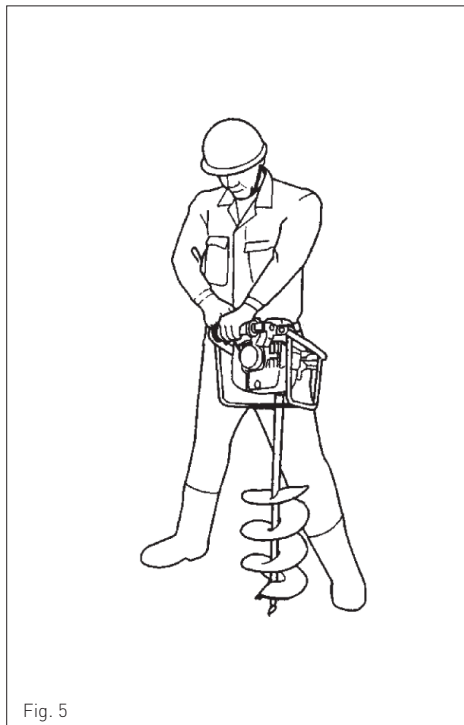

Fig. 5
- (6) Segure a máquina com firmeza e puxe o "starter" com convicção. Segure o punho direito com a sua mão esquerda, segure o punho esquerdo com a sua anca e não pressione a broca contra o chão (Fig.5).